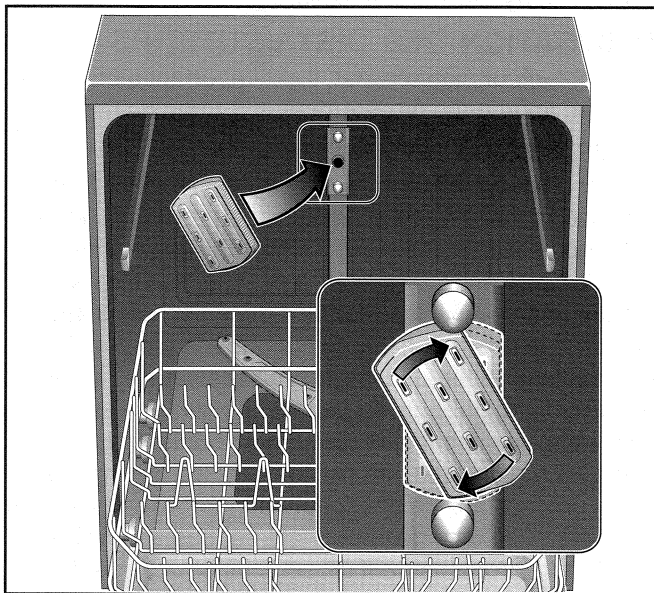

Figure 7
Si l'on possède des articles très longs qui ne peuvent aller dans le panier inférieur sans gêner le mouvement du bras gicleur supérieur ou frapper le panier supérieur, ce dernier peut être enlevé. Un « gicleur spécial pour articles très longs » est fourni avec le lave-vaisselle afin de permettre le fonctionnement du lave-vaisselle sans le panier supérieur. Voir figure 7.
2. Placer le « gicleur pour articles très longs au-dessus de la prise de pulvérisation du panier supérieur située à l'arrière de la cuve du lave-vaisselle (voir figure 7) et le tourner dans le sens des aiguilles d'une montre afin de bien mettre en place la tête du gicleur.